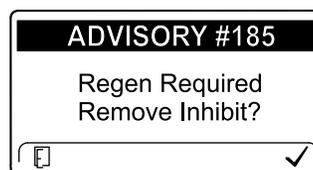

Figure 46
**Remarque:** Si vous programmez l'InfoCenter pour interdire la régénération, l'InfoCenter affiche ADVISORY #185 (avis n° 185) (Figure 46) toutes les 15 minutes tandis que le moteur demande une régénération commandée.